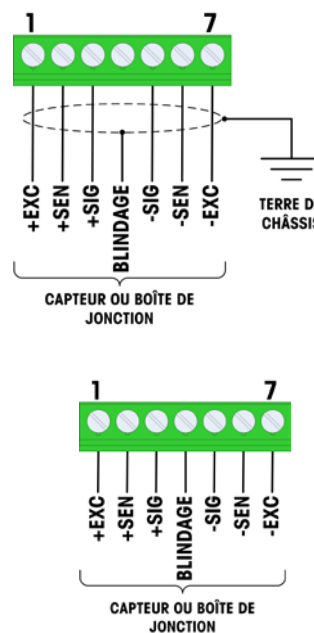

Figure 2-23 : Terminaison du capteur, Masse du châssis (en haut) et Broche de masse (en bas)
Le Tableau 2-4 et la Figure 2-23 présentent les définitions du terminal pour la barrette des capteurs analogiques du terminal. Veuillez noter que lors de l'utilisation des capteurs à quatre conducteurs, les cavaliers doivent être placés entre les bornes +Excitation et +Détection, et entre les bornes –Excitation et –Détection.
7. Connectez les conducteurs du capteur au connecteur sur la carte principale. Reportez-vous au code des couleurs du câble du capteur étant connecté et à la Figure 2-23.
13. La ferrite fournie en même temps que le terminal est placée au niveau de l'extrémité du câble et des conducteurs branchés sur le connecteur du capteur. Reportez-vous au code des couleurs du câble du capteur étant connecté et à la Figure 2-23.
15. Positionnez la ferrite autour de l'extrémité du câble du capteur et fixez les conducteurs au connecteur de la carte principale. Reportez-vous au code des couleurs du câble du capteur étant connecté et à la Figure 2-23.
23. Fixez les conducteurs du capteur au connecteur sur la carte principale. Reportez-vous au code des couleurs du câble du capteur étant connecté et à la Figure 2-23.